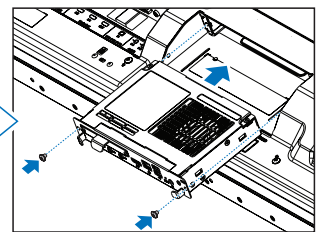

Abbildung 4
4. Setzen Sie die Zusatzplatine in den Monitor ein, und fixieren Sie sie mit den herausgedrehten Schrauben (**Abbildung 4**). (Empfohlenes Anzugsdrehmoment: 139–189 N·cm).